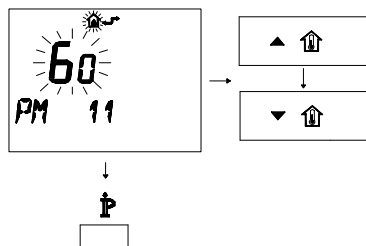

Figura 5.54
- Per modificare il SET programmato agire sui pulsanti ▲  o ▼  e aspettare che il numero programmato cominci a lampeggiare (Figura 5.54). Ogni passo incrementato o decrementato corrisponde a 1 secondo.